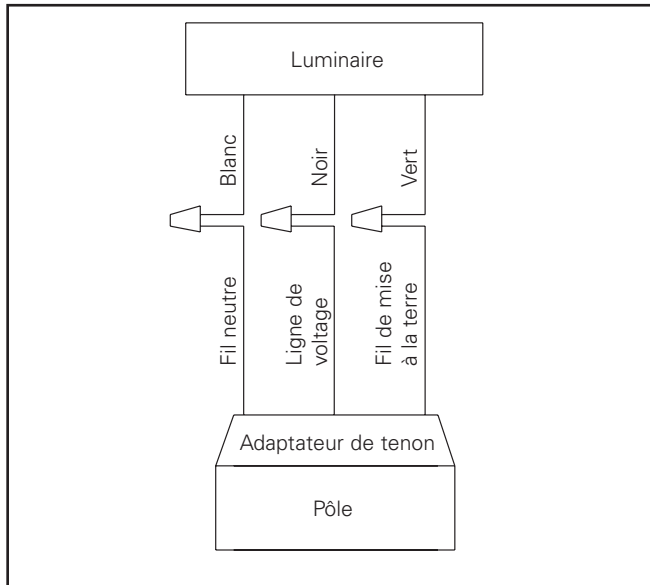

Figure 17.
5. Tirez les fils d'alimentation du bas du luminaire et connectez-les aux fils d'alimentation du poteau. (Figure 17.)